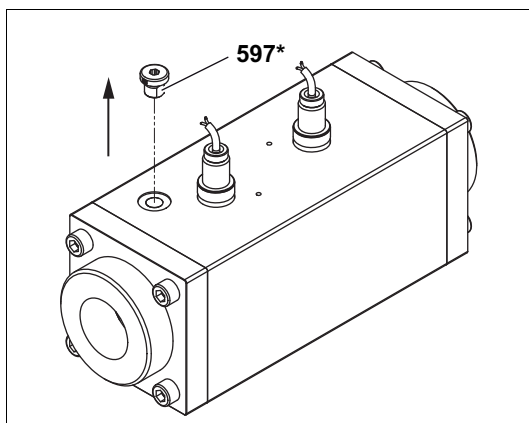

Fig. 3 Retirer la vis de fermeture
1. Enlever la vis de fermeture **597\***, voir Fig. 3, page 13.